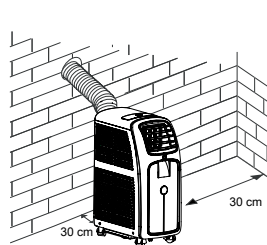

Рис. 1.
- 1) Обеспечить свободное пространство не менее 30 см с фильтрующей стороны устройства. (рис. 1).